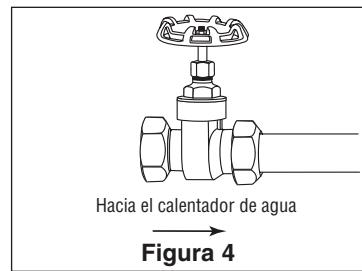

Figura 4
4. Utilice el accesorio de compresión para conectar la válvula de compuerta al tubo lateral del suministro de agua que ingresa. Ajuste firmemente la tuerca de compresión. (Figura 4)